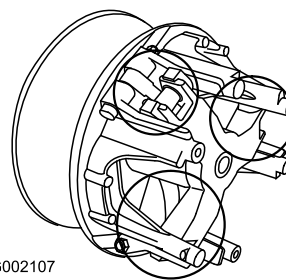

Figura 47
5. Lubrificate le parti in movimento nelle zone contrassegnate da un cerchio nella Figura 47 utilizzando l'aerosol lubrificante a secco Toro, reperibile dal rivenditore o distributore Toro autorizzato di zona.